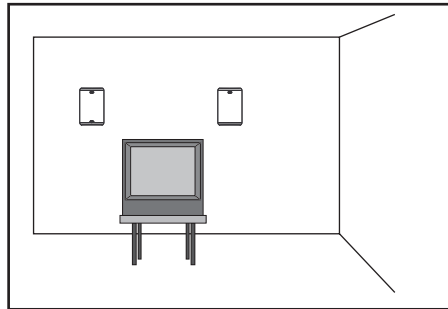

FIGURE 22
2. Spray two thin coats of finish color with no primer [figure 22]. If you're using a compressor and spray gun, use the finest, most diffuse setting. Be careful not to fill the holes in the grille with paint. Thick paint may clog the grille holes.
2. Appliquez deux couches minces de peinture de finition en aérosol (sans apprêt) [figure 22]. Si vous utilisez un compresseur ou un pistolet pulvérisateur, choisissez le réglage le plus fin, le plus diffus. Assurez-vous de ne pas boucher les trous de la grille avec la peinture. Une peinture trop épaisse pourrait boucher les trous de la grille.